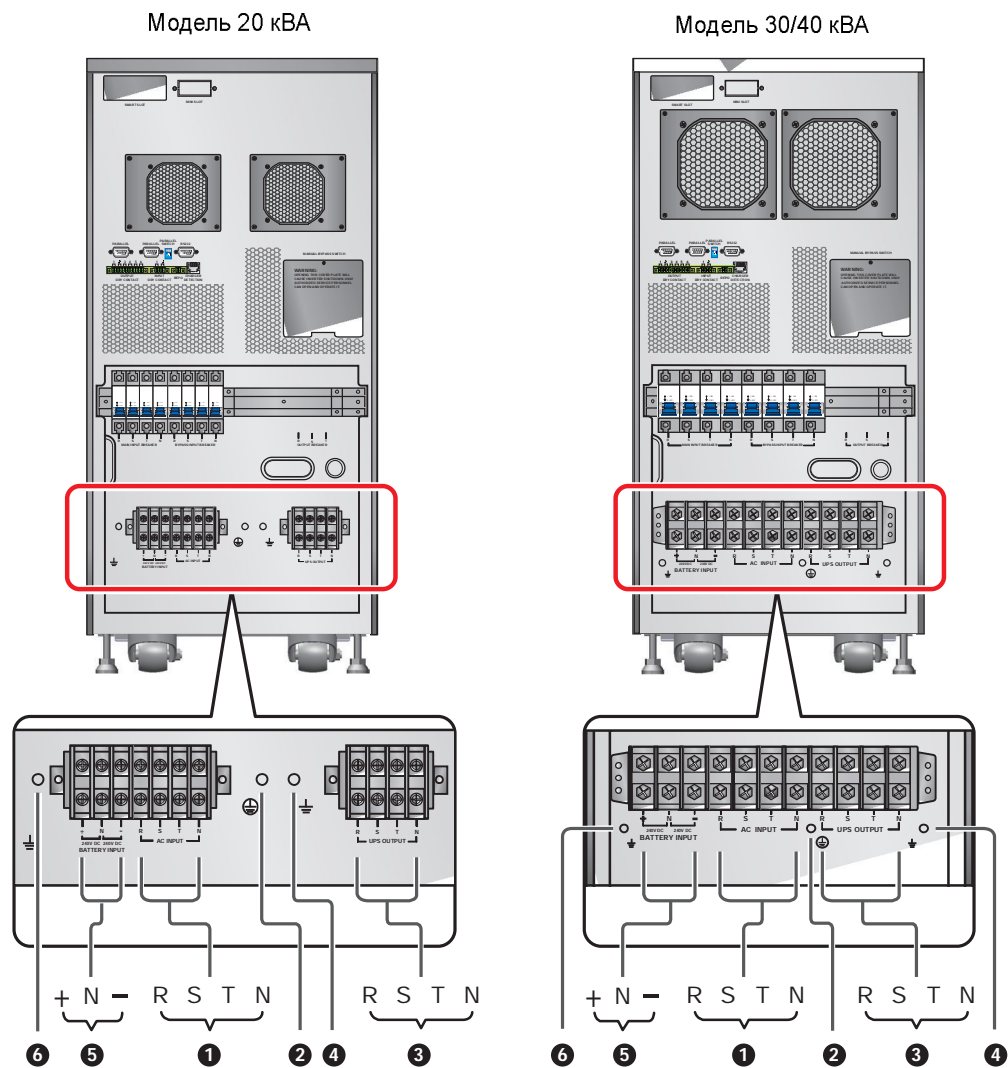

Рис. 6-8. Блок зажимов
- 1) Снимите крышки, показанные на *рис. 6-5*, для доступа к блоку зажимов (см. *рис. 6-8*).
2) Убедитесь, что вы разобрались с подключениями к блоку зажимов, показанными на рис. 6-8.